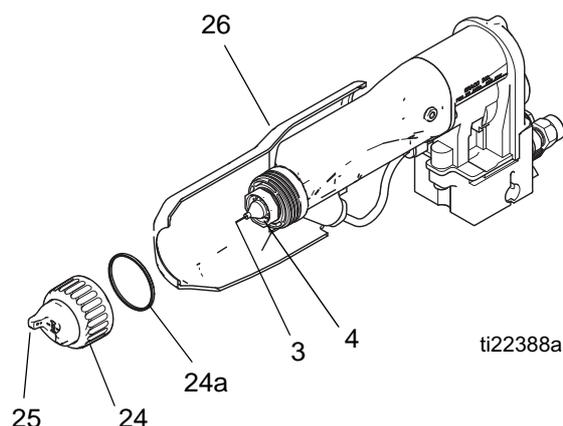

FIG. 19 . Nettoyage du capuchon d'air et de la buse
3. Retirez le capuchon d'air (24, 25) et le capotage (26). Consultez la FIGURE 19.
4. Nettoyez la buse (4), le capotage (26) et l'extérieur du pistolet à l'aide d'un chiffon imbibé de solvant. Évitez de faire pénétrer du solvant dans les passages d'air. À chaque fois que cela est possible, pointez le pistolet vers le bas pendant le nettoyage.
5. Si de la peinture semble être restée dans les passages d'air de la buse (4), retirez le pistolet pour le réparer. Consultez la section **Remplacement du capuchon d'air/buse**, page 42 pour retirer la buse pour nettoyage ou remplacement.
6. Nettoyez le capuchon d'air (25) à l'aide de la brosse à poils doux et du solvant ou immergez-le dans un solvant compatible et essuyez-le proprement. N'utilisez pas d'outils en métal.
7. Faites glisser le capot de protection (26) sur le pistolet.
8. Montez le capuchon d'air avec précaution (25). Introduisez le fil de l'électrode (3) dans le trou central du capuchon d'air. Tournez le capuchon d'air pour le placer dans la position souhaitée.
9. Vérifiez si le joint en coupelle (24a) est bien en place sur la bague de fixation (1). Les lèvres doivent être orientées vers l'avant. Vissez la bague de fixation jusqu'à ce que le capuchon d'air soit fermement serré ; le papillon du capuchon d'air ne doit pas pouvoir être tourné à la main.